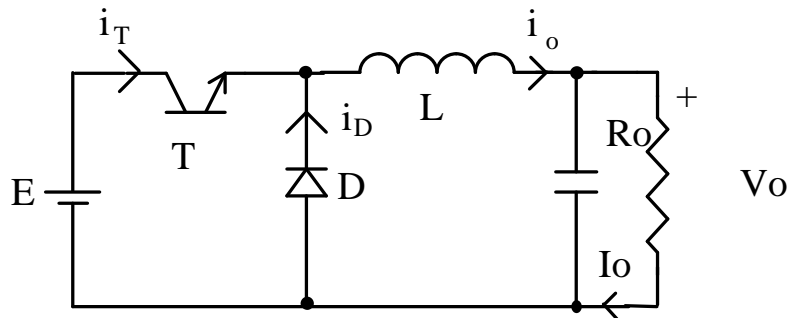

Figura 5.5 Conversor abaixador de tensão
A tensão de entrada (E) é recortada pela chave T . Considere-se o capacitor de saída grande o suficiente para supor V_o constante. Assim, a corrente pela carga (R_o) tem ondulação desprezível, possuindo apenas um nível contínuo. A figura 5.5 mostra a topologia.